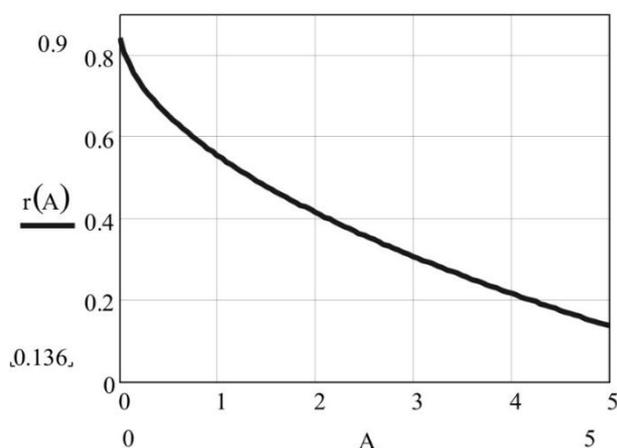

Рис. 4.4
4.5 При выборе высоты установки необходимо учесть, что вблизи БПРД и БПРМ ЧЗ «сужена» как показано на рис. 4.2. На рис. 4.4 показана зависимость расстояния «r(A)» от нижнего края чувствительной зоны до поверхности земли при приближении к БПРД (БПРМ) на расстояние «A». При расчете принято, что центры блоков находятся на высоте 0,9 м от поверхности земли в случае другой высоты, необходимо сделать линейную поправку.